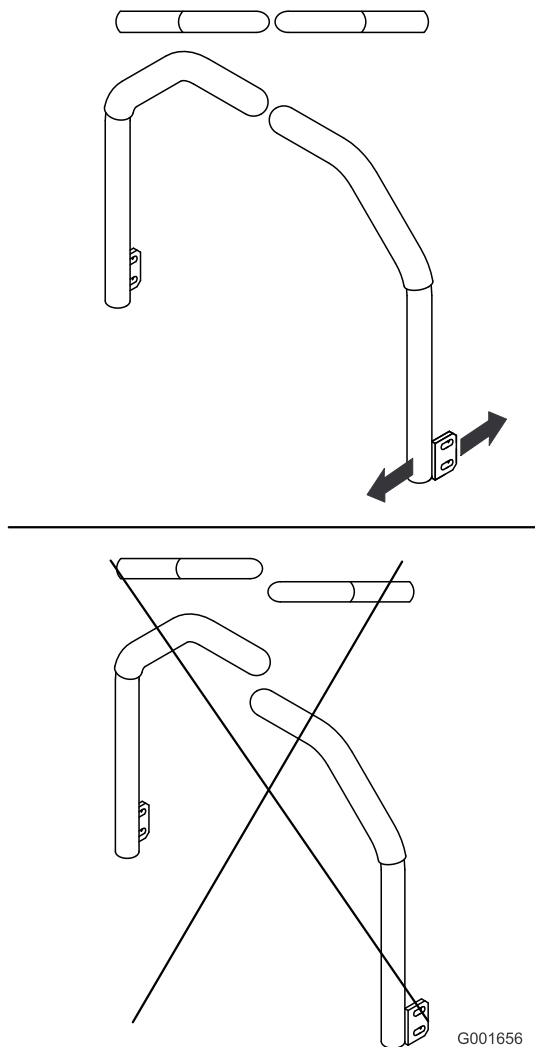

Рисунок 60
5. Отрегулируйте рычаги управления так, чтобы они были выровнены по одной линии, и затяните болты, прикрепив рычаги к стойкам (Рисунок 60).